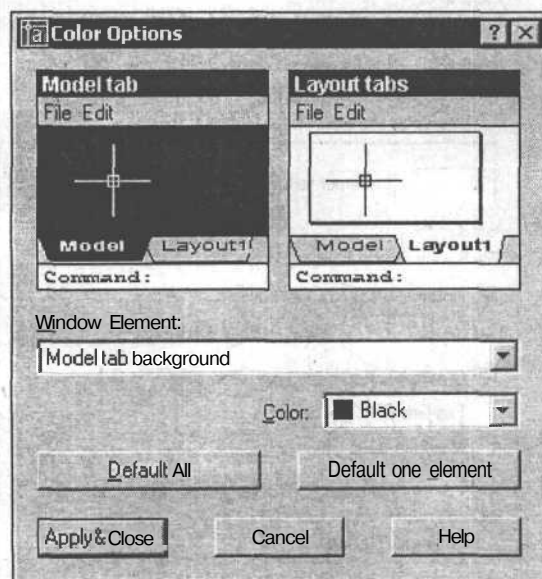

Рис. 2.14. Диалоговое окно настройки цветов окна программы
3. В нижней части панели **Window Elements** (Элементы окна) щелкните мышью на кнопке **Colors** (Цвета). Появится диалоговое окно **Color Options** (Настройка цвета) (рис. 2.14), которое управляет цветом элементов основного окна AutoCAD.